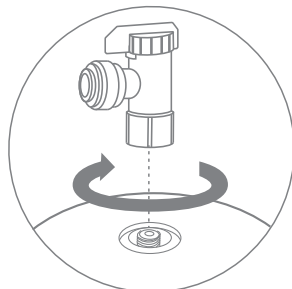

Рис. 27
3. Удалите транспортную заглушку, которая закрывает резьбовой штуцер подключения воды, проверьте наличие уплотнительной шайбы у основания штуцера. Накрутите вентиль на резьбовой штуцер бака, используя идущую в комплекте уплотнительную шайбу (рис. 27). Запрещается применение дополнительных уплотнительных материалов, таких как фум-лента, сантехнический лен, герметик.